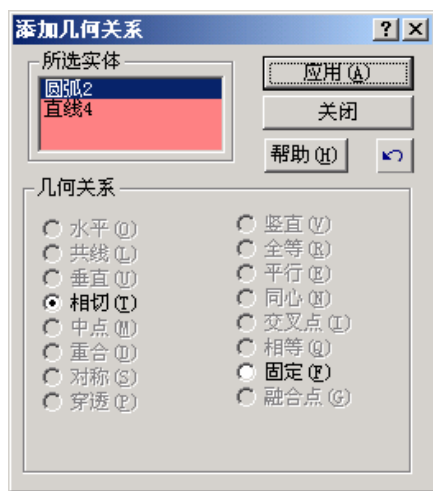
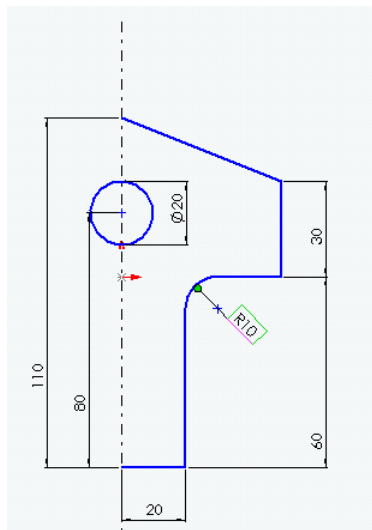

图 1-6 添加几何关系对话框
图 1-7 修剪后的草图
(4) 下面将两直线夹角处的圆定义成和这两条直线相切，也就是定义圆和直线之间的几何关系。选择“添加几何关系”命令，系统出现如图 1-6 所示的对话框。
(5) 选择该圆，接着选择一条直线，“添加几何关系”对话框中自动选中“相切”选项，按“应用”按钮就完成了相切关系的定义。用同样的方法定义该圆和另一条直线的相切关系。
(6) 选择“裁剪”命令，鼠标在移动时，有一个剪刀随着鼠标在动，选择要裁剪掉的图形对象，得到如图 1-7 所示的结果。